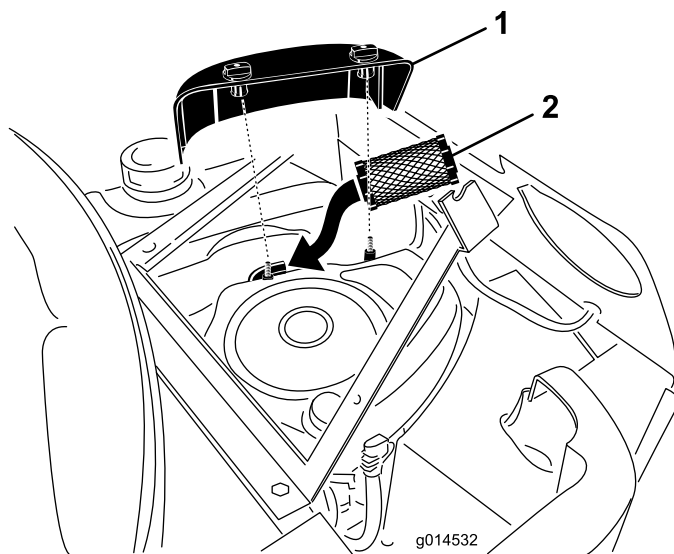

Figura 32
5. Desenrosque los pomos de la tapa del limpiador de aire y retire la tapa (Figura 32).
7. Instale un elemento de papel nuevo según se muestra en Figura 32.